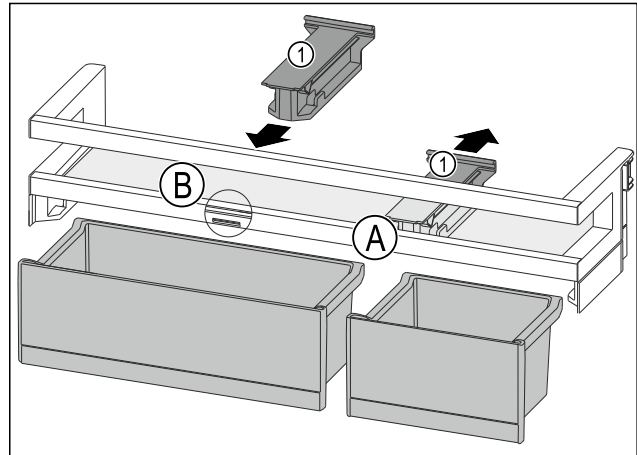

Fig. 85
- Halteteil Fig. 85 (1) in Position Fig. 85 (A) nach hinten abziehen.
- Halteteil Fig. 85 (1) in Position Fig. 85 (B) einsetzen.